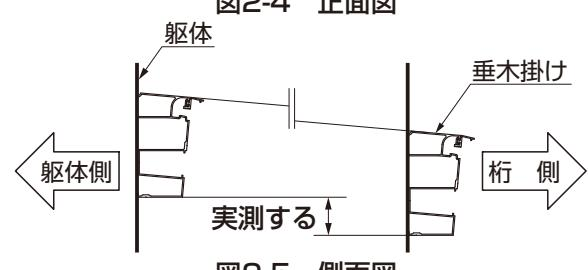

図2-5 側面図
- ①垂木掛け取付け位置を実測して、出幅違い部分の垂木掛けを取付けてください。(図2-5参照)